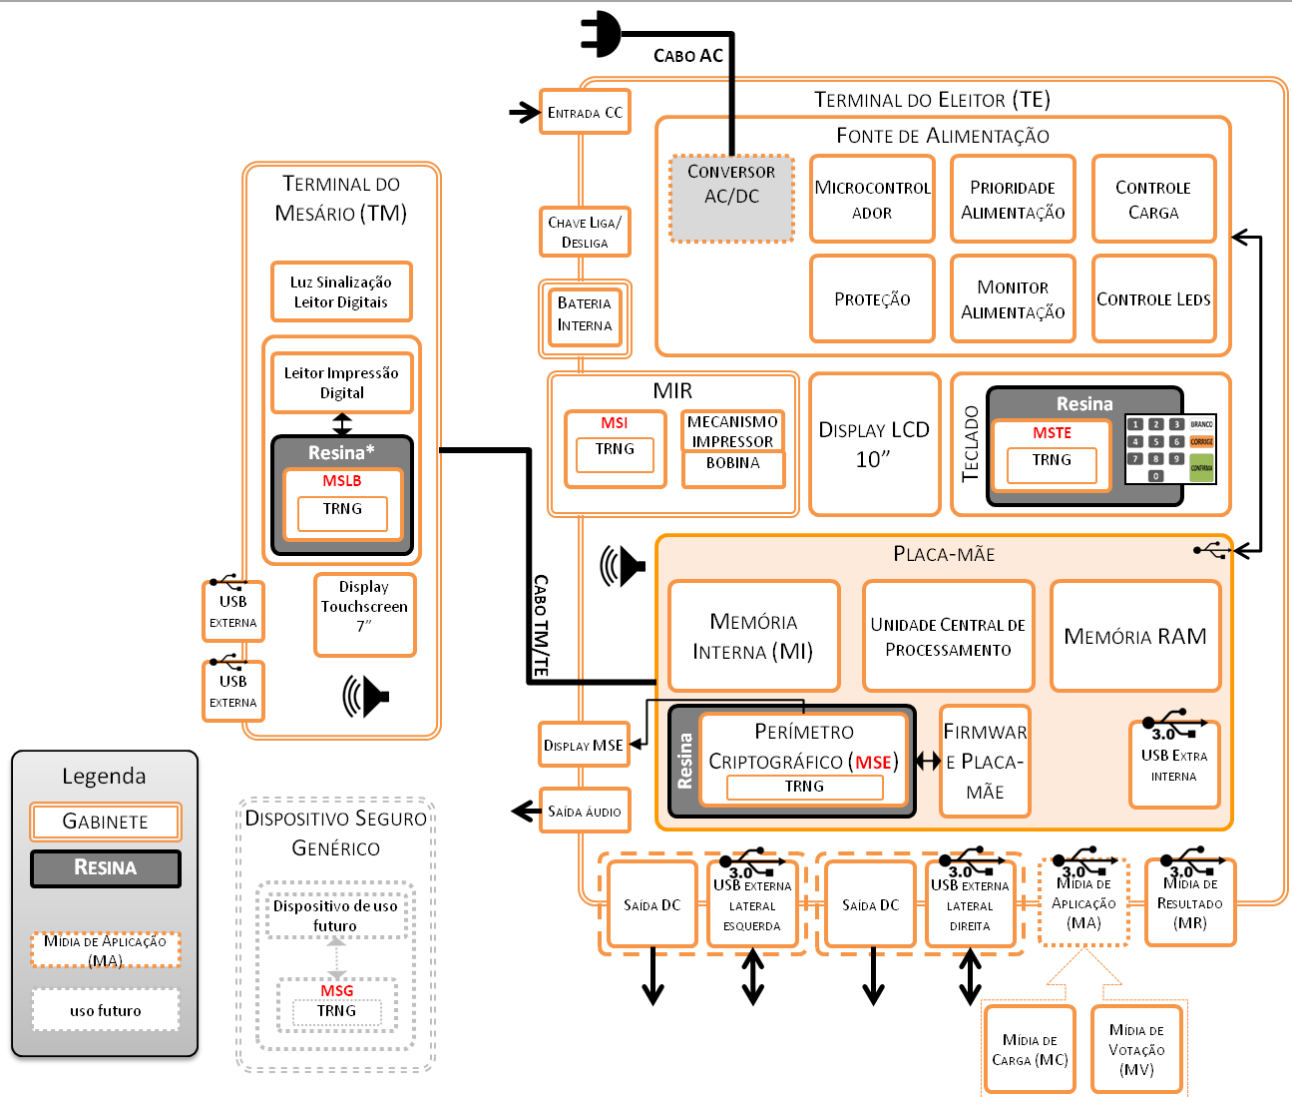

Figura 3 - Arquitetura Geral da UE2020
6. A Figura 3 ilustra a arquitetura geral da UE2020 e os requisitos dos componentes que estão especificados neste Projeto Básico e seus anexos;